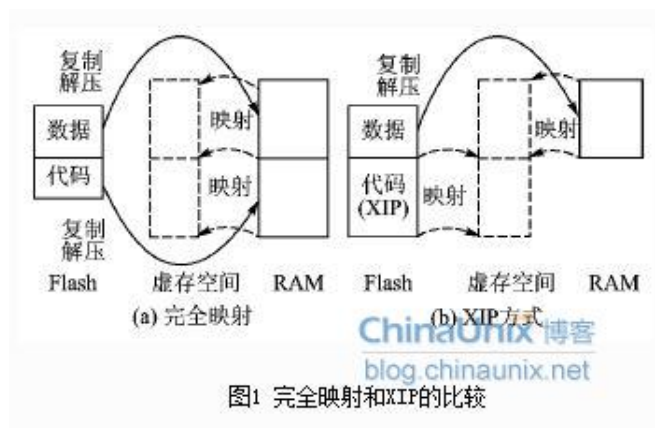

图1 完全映射和XIP的比较
①完全映射（fully shadowed）。嵌入式系统程序运行时，将所有的代码从非易失存储器（Flash、ROM等）复制到RAM中运行。
②按需分页（demand paging）。只复制部分代码到RAM中。这种方法对RAM中的页进行导入/导出管理，如果访问位于虚存中但不在物理RAM中会产生页错误，这时才将代码和数据映射到RAM中。
③ eXecute In Place (XIP)。在系统启动时，不将代码复制到RAM，而是直接在非易失性存储位置执行。RAM中只存放需要不断变化的数据部分，如图1所示。